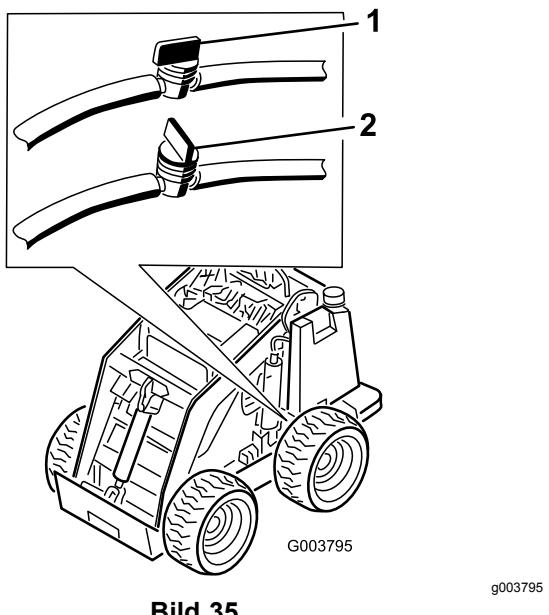

Bild 35
3. Schließen Sie den Kraftstoffhahn unten am Kraftstofftank (Bild 35).
10. Öffnen Sie den Kraftstoffhahn unten am Kraftstofftank (Bild 35).
10. Öffnen Sie die Kraftstoffhähne im Schlauch unten am Kraftstofftank, siehe Bild 35.